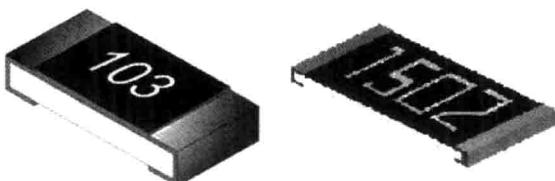

图 1-6 电阻器数码表示法
(3) 数码法。电阻器的数码法有 3 位和 4 位两种表示方法，如图 1-6 所示。